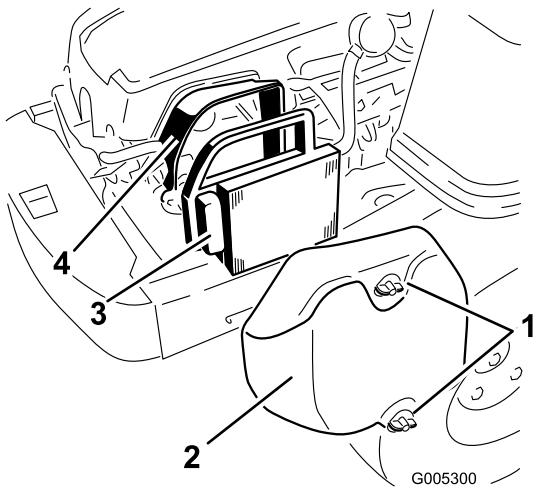

Figura 25
1. Togliete il coperchio del filtro dell'aria (Figura 25).
2. Rimuovete l'elemento del filtro dell'aria con la tenuta in gomma integrale (Figura 25).
5. Installate l'elemento del filtro dell'aria con il lato pieghettato rivolto verso l'esterno e appoggiate la tenuta in gomma sui bordi della base del filtro dell'aria (Figura 25).
6. Rimontate il coperchio del filtro dell'aria e fissateli con le due manopole (Figura 25).